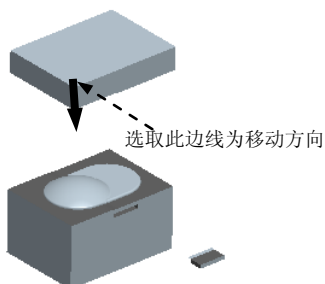

图 13.18 移动上模后的状态
Step3. 开模步骤 2：移动上模。输入要移动的距离值-60，结果如图 13.18 所示。